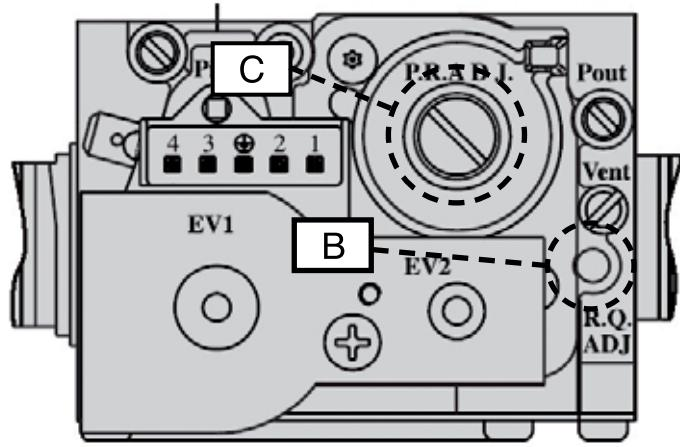

Рис. 25
- отрегулировать значение CO₂ дымовых газов, вращая соответствующий регулятор **B** (рис. 25), и убедиться в том, что оно не превышает параметры, представленные в таблице 12;
- отрегулировать значение CO₂ дымовых газов, вращая соответствующий регулятор смещения **C** (рис. 25), и убедиться в том, что оно не превышает параметры, представленные в таблице 12;